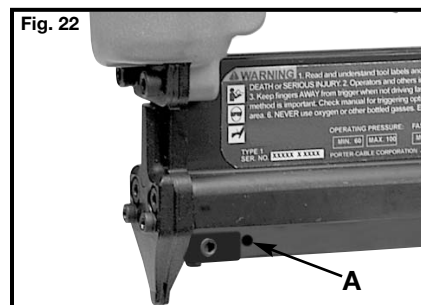

Fig. 22
5. Observez (A) Fig. 22 de l'ouverture d'accès d'indicateur de recharge de broche pour savoir quand l'offre de magasin est basse.